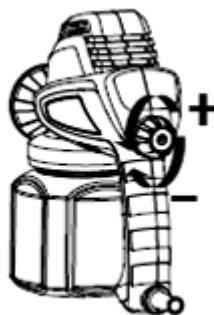

Рис.4
4. Нажмите выключатель краскопульты и вращайте регулируемую ручку (Рис.4) до тех пор, пока не получите требуемую интенсивность распыления и конус распыла не будет иметь желаемую ширину. Туман распыла должен быть однородным, мелкодисперсным, без капель.